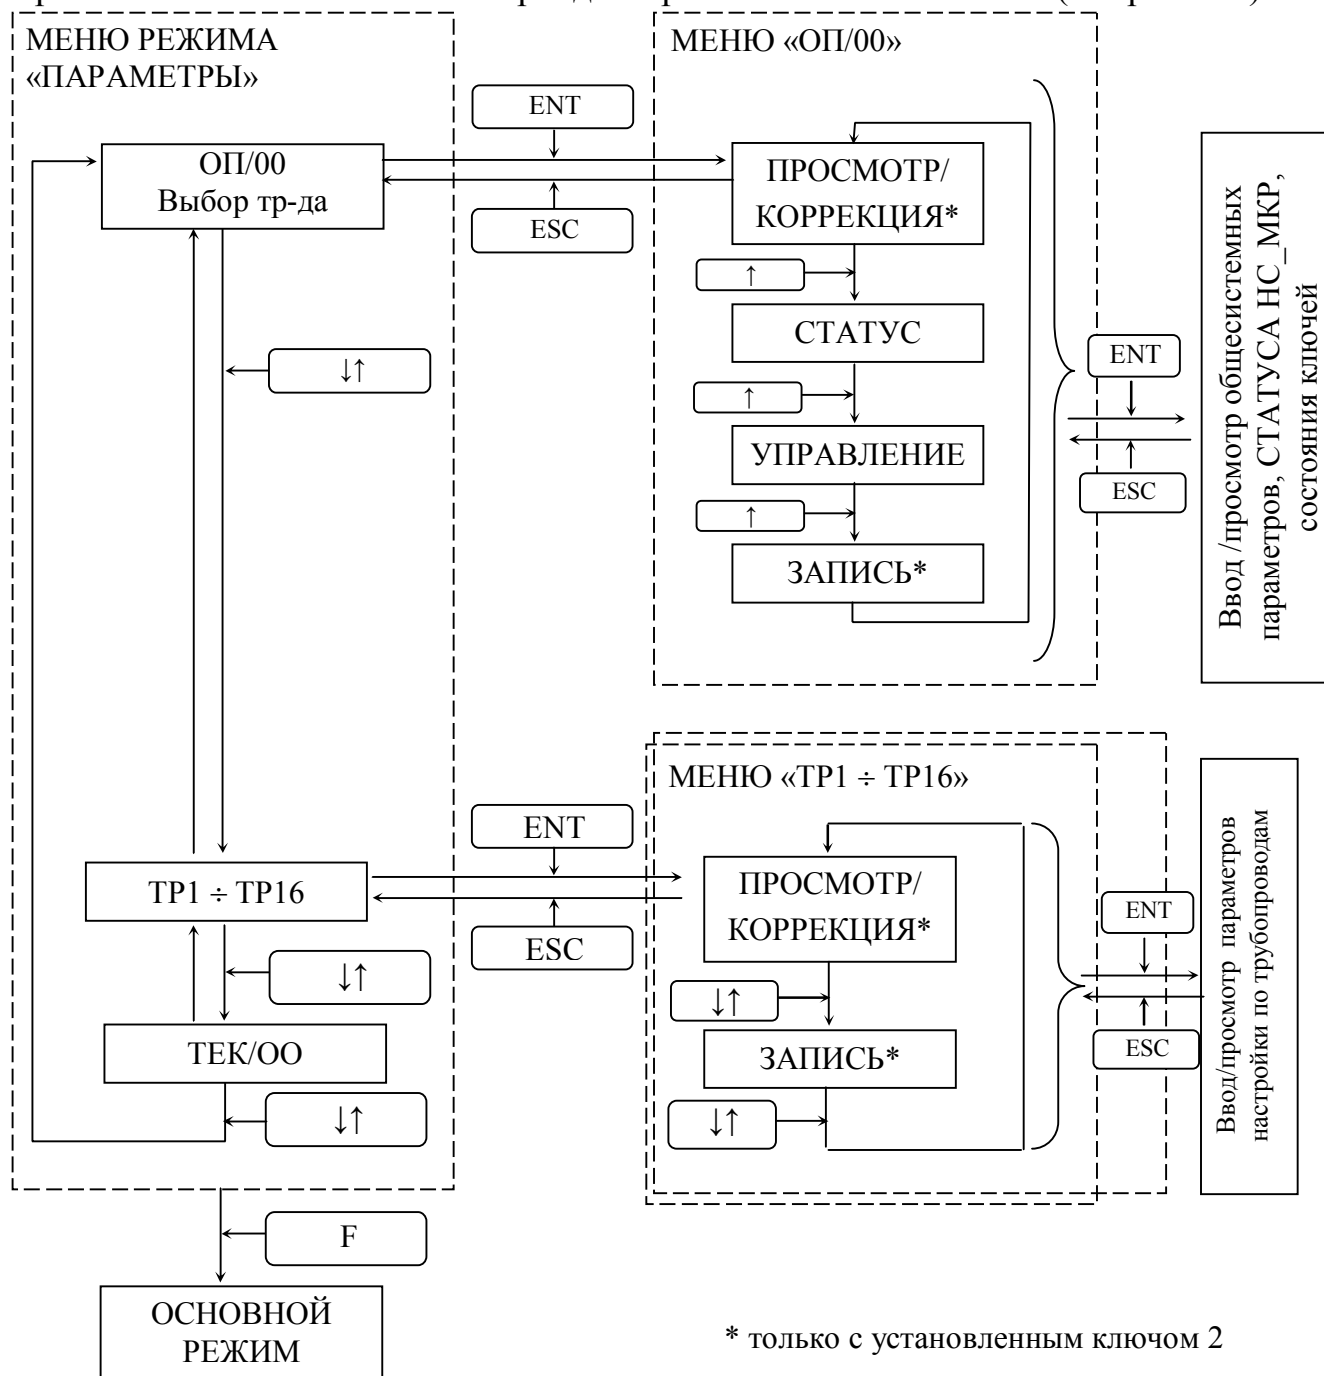

Рис.2.2. Алгоритм режима «ВВОД ПАРАМЕТРОВ НАСТРОЙКИ ТЕПЛОВЫЧИСЛИТЕЛЯ»
Включите питание тепловычислителя. Через 3÷5с тепловычислитель войдет в «ОСНОВНОЙ РЕЖИМ» работы (см. п.2.2.3.1.). Нажмите клавишу «F» два раза. При этом тепловычислитель перейдет в режим «ПАРАМЕТРЫ» (см. рис. 2.2).
Условные обозначения к рис.2.2.
а) Просмотр и коррекция общесистемных параметров и параметров настройки по трубопроводам в режиме "ПАРАМЕТРЫ" см. рис.2.2.
- В режиме "ПАРАМЕТРЫ", см. рис.2.2, нажимая клавишу "↑", выберите раздел «ЗАПИСЬ».